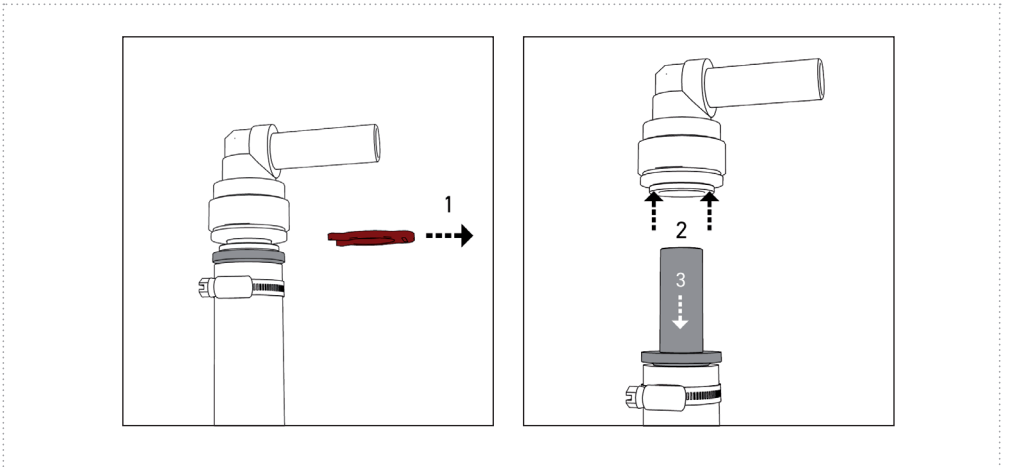

Abbildung: 13
Sollte es notwendig sein, eine Einsteck-Verbindung zu lösen, gehen Sie bitte wie folgt vor (Abbildung 13). Entfernen Sie zuerst den Sicherungs-Ring (1). Das Halteelement mit den Fingern oder unter Zuhilfenahme einer Lösehilfe (z.B. Sicherungsring) zurückdrücken und festhalten (2). Das eingesteckte Rohr bzw. der Schlauch kann nun entfernt werden (3).